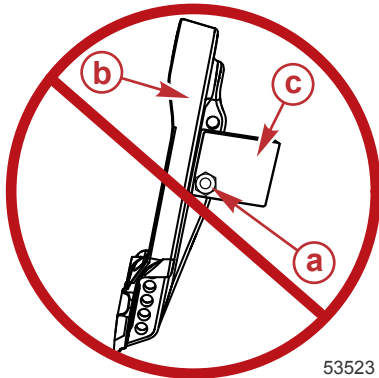

Abbildung 3
2. Keine Zubehöerteile mit den Motorbefestigungsteilen am Boot befestigen. Siehe Abbildung 3.